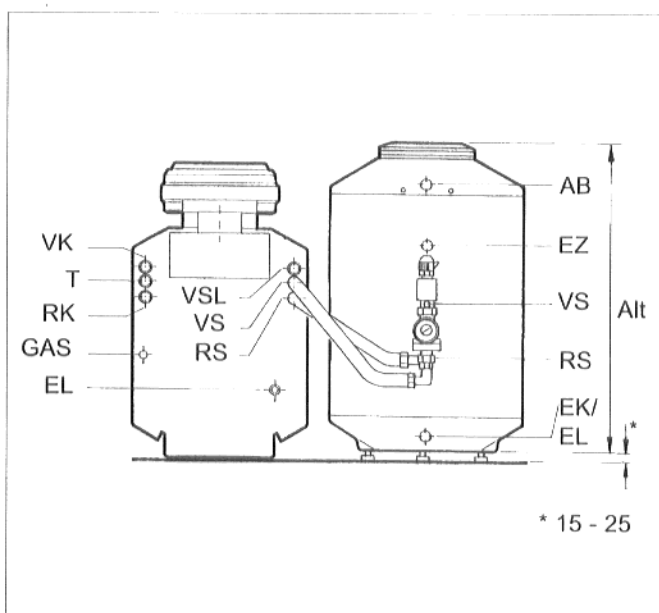

Fig. 2: vista posteriore; collegamenti come alla consegna
1. collegamenti come al momento della fornitura Fig. 2;
Leggenda Fig. 2 e 3: